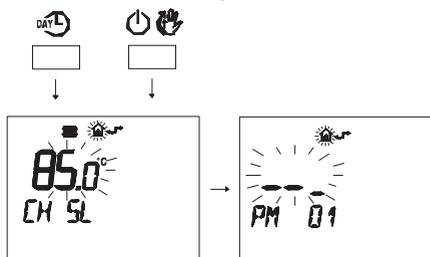

Figura 5.49
- Premere contemporaneamente i pulsanti **DAY** e **ON** per entrare nella programmazione trasparente (Figura 5.49).